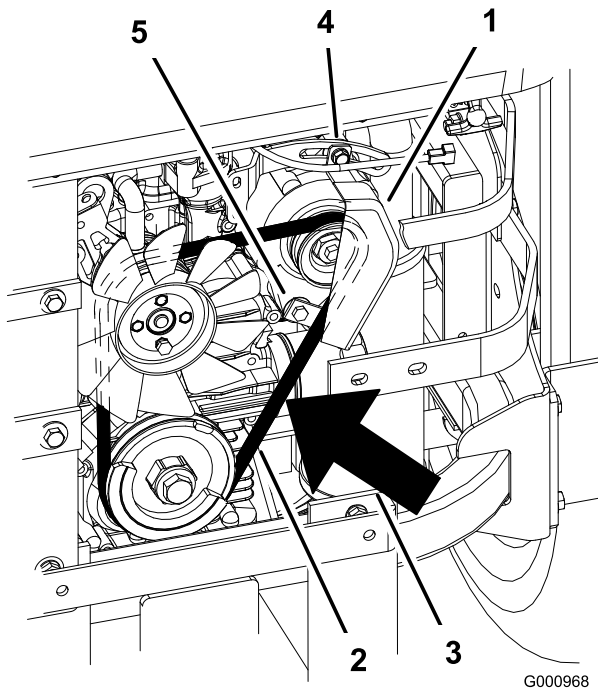

Figure 69
2. Réglez l'alternateur vers l'extérieur jusqu'à ce que la courroie présente une flèche de 7 à 9 mm quand une force de 10 kgf est exercée entre les poulies du moteur et de l'alternateur (Figure 69).
5. Si la flèche est correcte, serrez les boulons inférieur et supérieur (Figure 69).